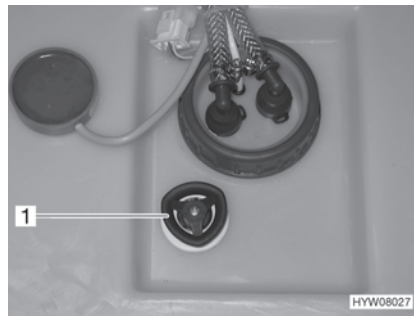

Bild 143 Wassertank mit Drehgriff
- Auf dem Wassertank den Drehgriff (Bild 143,1) im Uhrzeigersinn bis zum Anschlag drehen.
- Auf dem Wassertank den Drehgriff (Bild 143,1) entgegen dem Uhrzeigersinn bis zum Widerstand drehen. Das Wasser läuft bis auf ca. 20 Liter aus.